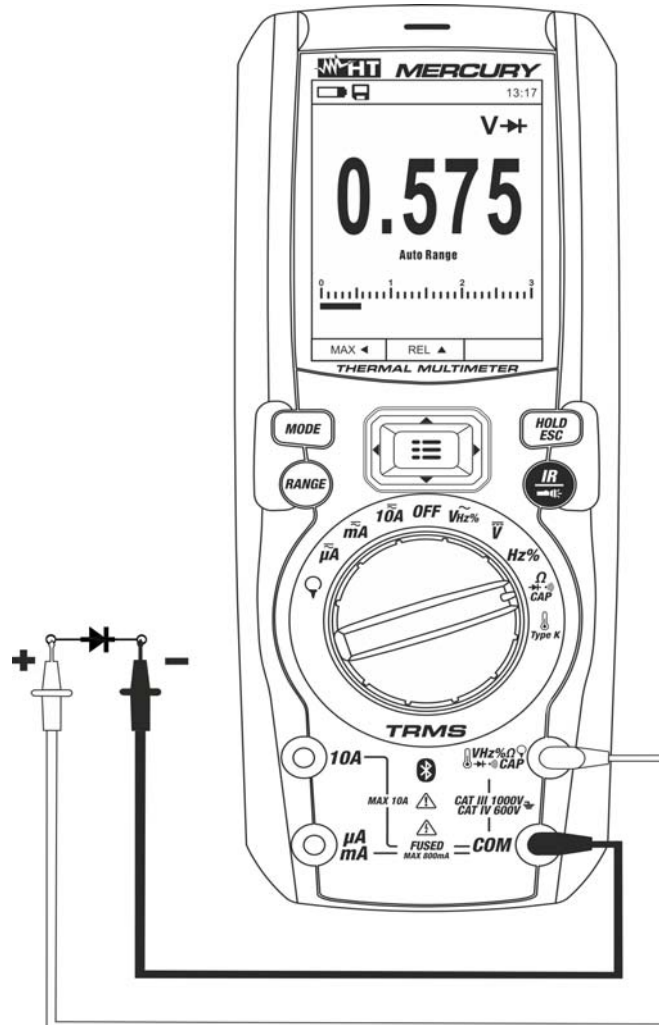

Fig. 25: Utilisation de l'instrument pour le test des diodes
4. Positionner les embouts aux extrémités de la diode sous test (voir Fig. 25) en respectant les polarités indiquées. La valeur de la tension de seuil en polarisation directe est affichée à l'écran
6. Si l'instrument affiche le message «**OL**» les bornes de la diode sont inversées par rapport à ce qui est indiqué dans Fig. 25 ou bien la jonction P-N de la diode est endommagée